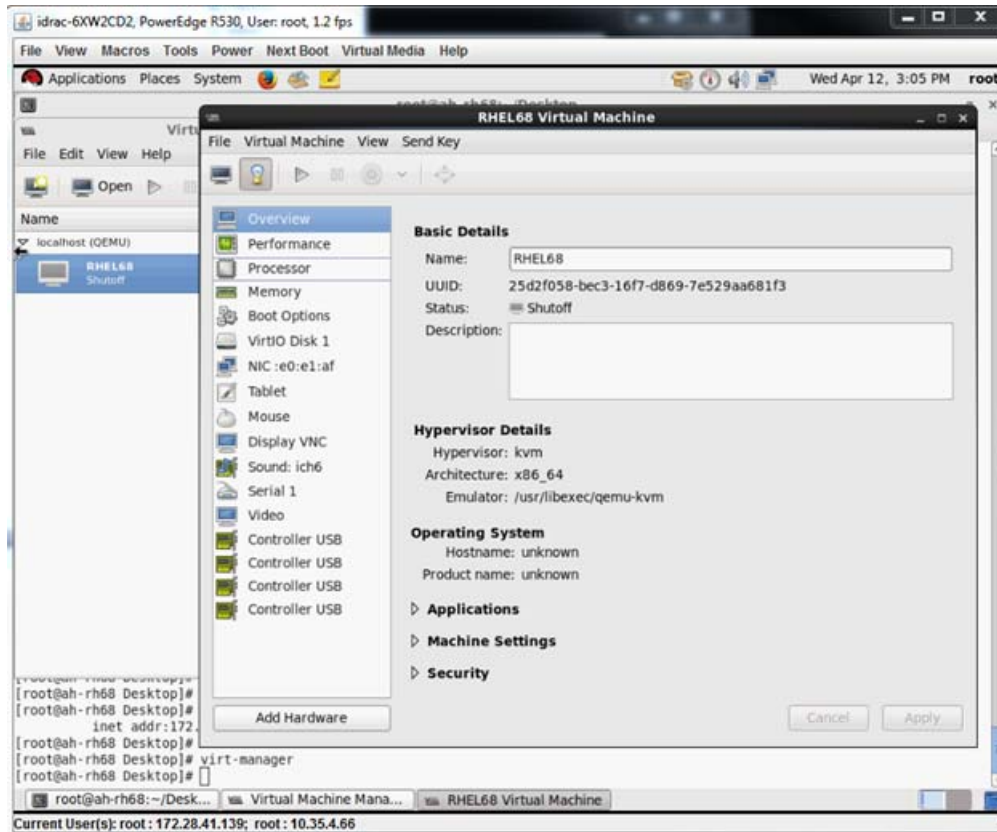

Figure 8-13. Machine virtuelle RHEL 68
- a. Dans la boîte de dialogue Machine virtuelle (Figure 8-13), cliquez sur **Add Hardware** (Ajouter un matériel).